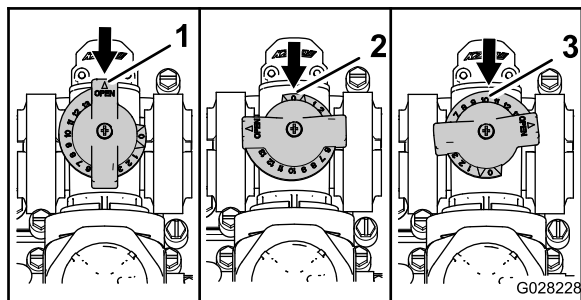

図 85
- 攪拌バイパスバルブが「開」位置: 図 85 の A
- 攪拌バイパスバルブが「閉」(0) 位置: 図 85 の B
- 攪拌バイパスバルブが中間位置システム水圧に合わせて調整された状態: 図 85 の C。